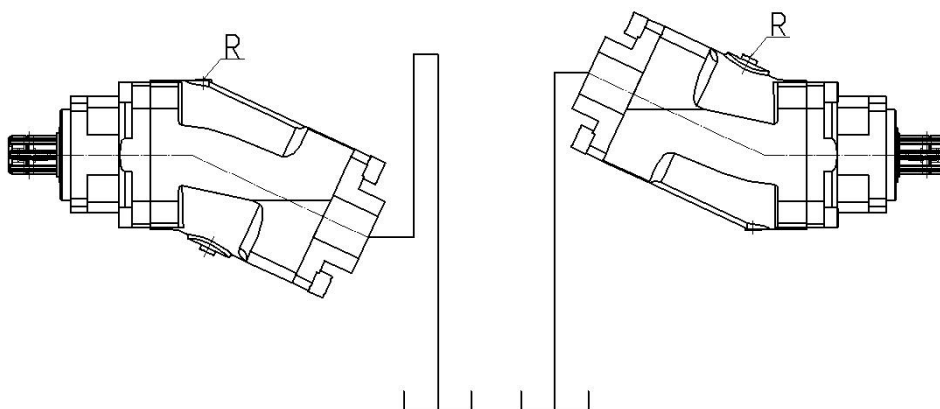

Рисунок 12 – Схема монтажа дренажного трубопровода
4.2.5 Насос может быть установлен в любом положении в соответствии с рис. 12.